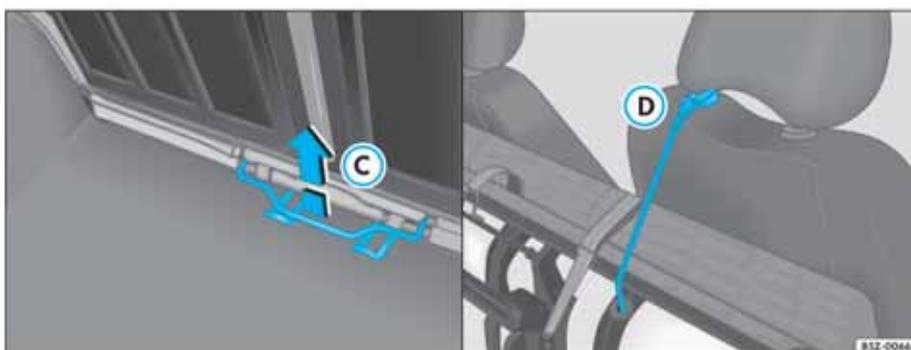

Fig. 97 Alza negra para destrabar el conjunto del piso/asiento rebatido fijado con la tira elástica roja en la barra del apoyo para cabeza
– Hale la alza negra ⇒ página 106, fig. 97  para destrabar el conjunto del piso y, al mismo tiempo, levántelo cuidadosamente en la dirección de los asientos delanteros ⇒ .
– Localice la tira elástica roja, alojada en la parte inferior del asiento, y encaje el gancho de esa tira en la barra del apoyo de cabeza del asiento del acompañante ⇒ página 106, fig. 97  ⇒ .
- Suelte el gancho de la tira elástica roja de la barra del apoyo para cabeza ⇒ página 106, fig. 97  y encájelo debajo del banco trasero ⇒ fig. 99.